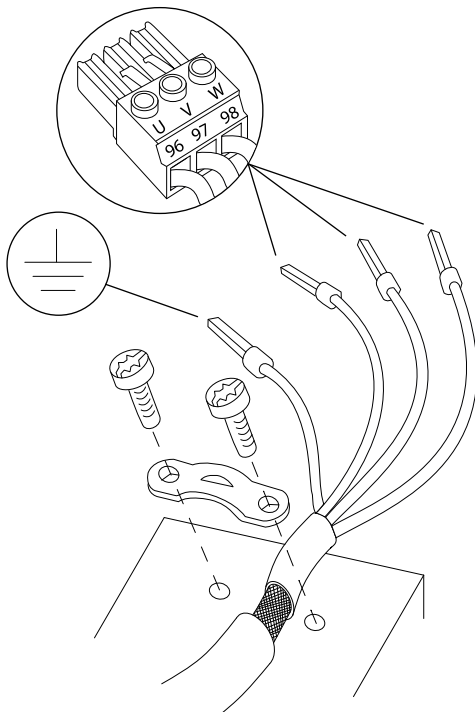

Рисунок 4.6 Подключение двигателя
3. Подключите провод заземления к ближайшей клемме заземления в соответствии с инструкциями по заземлению в *глава 4.3 Заземление*, см. *Рисунок 4.6*.
4. Подключите проводку трехфазного двигателя к клеммам 96 (U), 97 (V) и 98 (W), см. *Рисунок 4.6*.